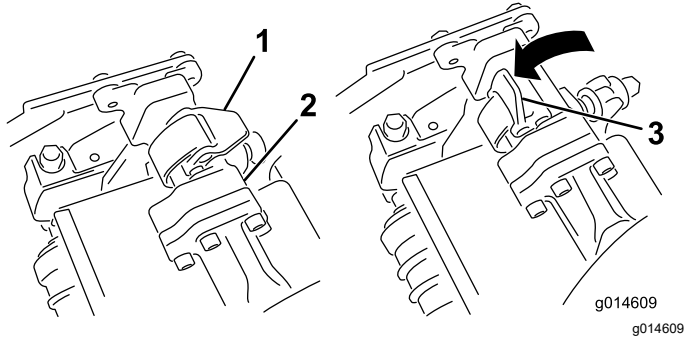
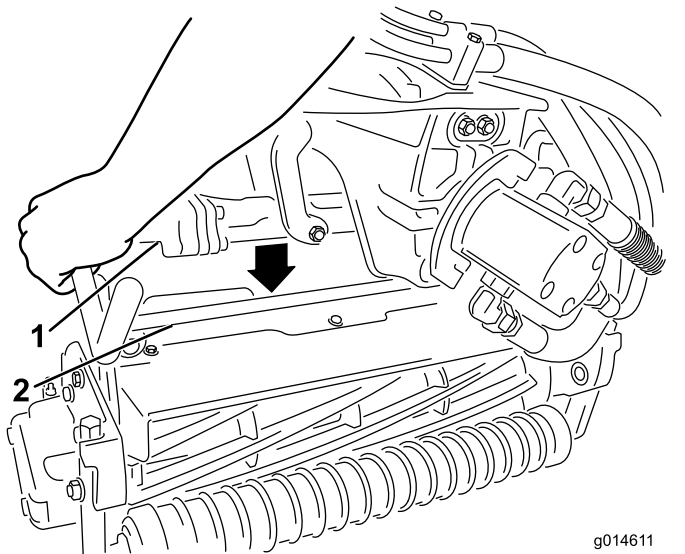

图 47
图 48
3. 当悬挂臂杆上的门锁指向上方即打开时图 47 向下压悬挂臂使悬挂臂杆与滚刀组上方的支架相契合图 48。
4. 向下并绕着滚刀组横杆关闭门锁将它们锁定到位图 47。
4. 打开您正在拆下的滚刀组悬挂臂上的门锁图 47。